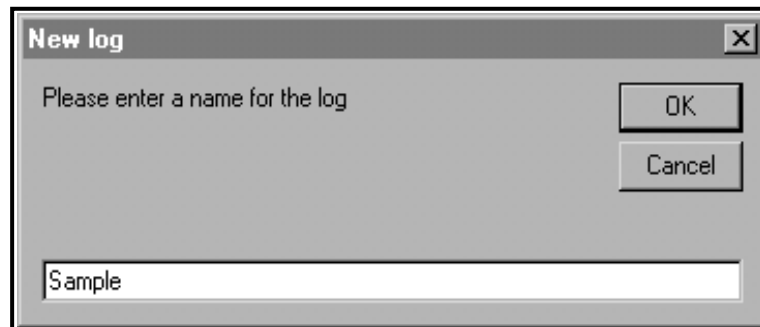

Figura 17: Caixa de diálogo Log Name (Nome do registro)
5. Insira um *nome de arquivo* para o registro ("*Amostra*" neste caso) na caixa de diálogo mostrada na *Figura 17* abaixo. Clique no botão de opção **[OK]**.